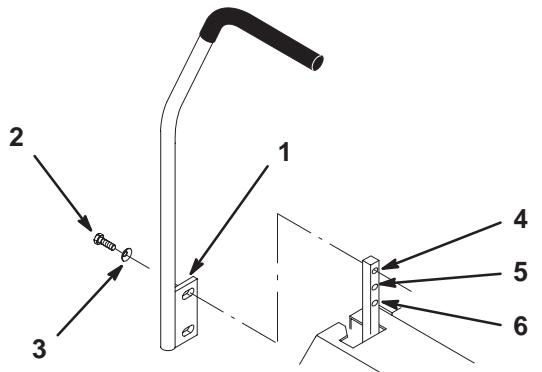

Figure 4
- Retirez les 4 boulons ($3/8 \times 1''$) et 4 rondelles élastiques ($3/8''$) qui fixent les leviers de commande de déplacement aux axes des bras de commande pour l'expédition (Fig. 4).
- Placez les leviers (plaqué de montage dirigée vers l'arrière) à l'extérieur des axes des bras de commande et fixez-les en place au moyen des 4 boulons ($3/8 \times 1''$) et 4 rondelles élastiques ($3/8''$) (Fig. 4).
- Alignez l'avant et l'arrière des leviers, l'un par rapport à l'autre, en position point mort. Desserrez les fixations et réglez en faisant glisser/en inclinant le(s) levier(s) en avant ou en arrière jusqu'à ce qu'ils soient correctement alignés (Fig. 4).